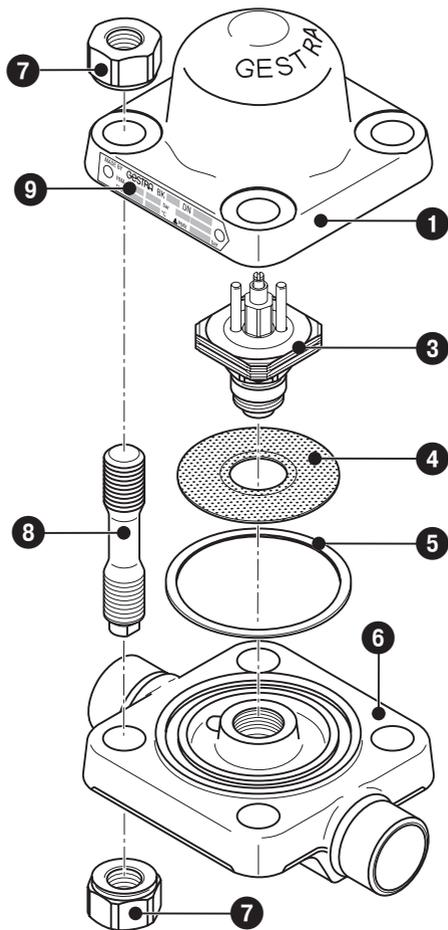
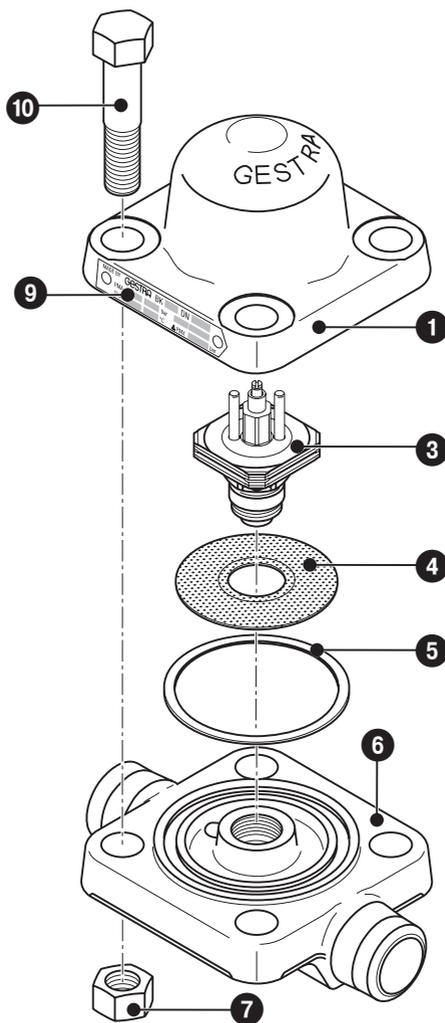
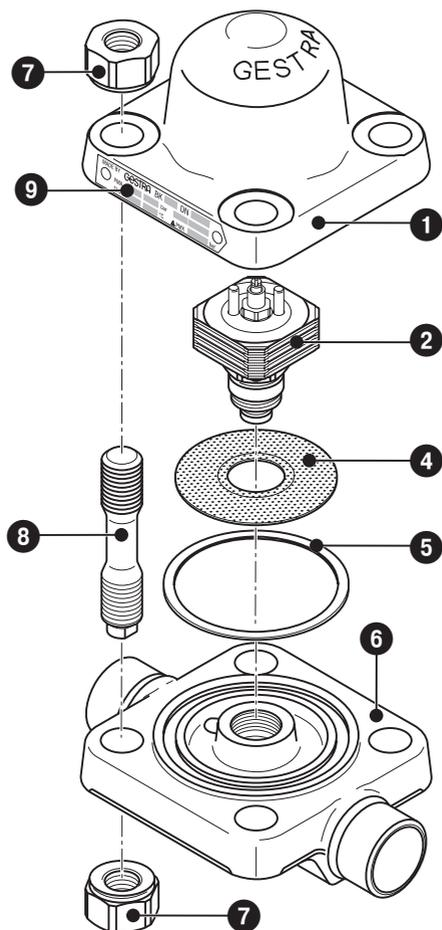
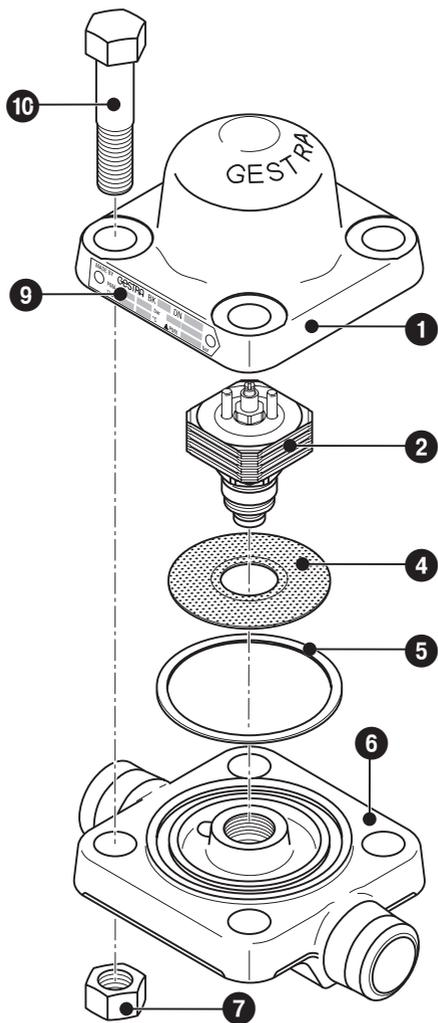

Fig. 2
Fig. 3
Fig. 4
Fig. 5
2. Démontez le capot ❶ du corps ❸. **Fig. 2, Fig. 3, Fig. 4, Fig. 5**
3. Démontez le régulateur Thermovit® ❷ ou ❸ avec une clé plate.
4. Dévissez le régulateur Thermovit® ❷ ou ❸ et retirez le tamis ❹.
6. Enlever les résidus du joint des surfaces d'étanchéité et placer un joint ❺ neuf.
7. Nettoyer les surfaces d'étanchéité sur le corps ❸ et sur le régulateur Thermovit® ❷ ou ❸.
8. Nettoyer et placer le tamis ❹.
9. Monter le régulateur Thermovit® ❷ ou ❸ et le fixer comme cela est indiqué dans le tableau « **Couples de serrage** ».
10. Enduire le filetage des axes filetés avec tige allégée ❽ ou des axes filetés ❿ avec un lubrifiant résistant à la chaleur (par ex. OKS® 217)
11. Mettre le capot ❶ en place, monter l'axe fileté avec tige allégée ❽ ou l'axe fileté ❿ avec des écrous six pans ❼, puis serrer en croisant conformément au tableau « **Couples de serrage** ».